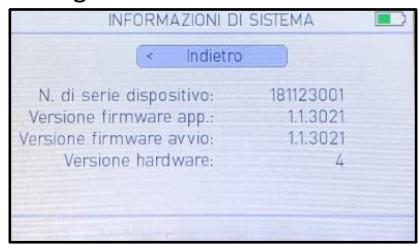

Fig. 48. Informazioni di sistema
- Premere . Vengono mostrate le INFORMAZIONI DI SISTEMA (vedi fig. 48)